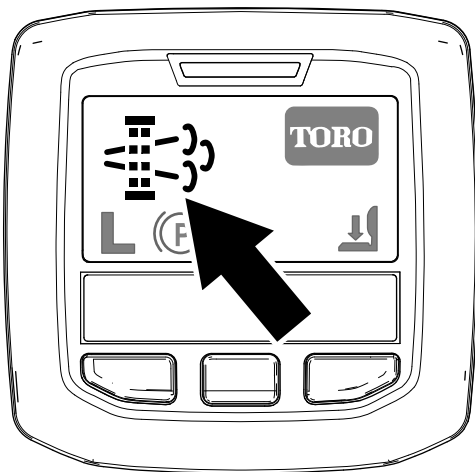

図 40
- ・ インフォセンターに、駐車再生要求アイコンが表示されます 図 40。